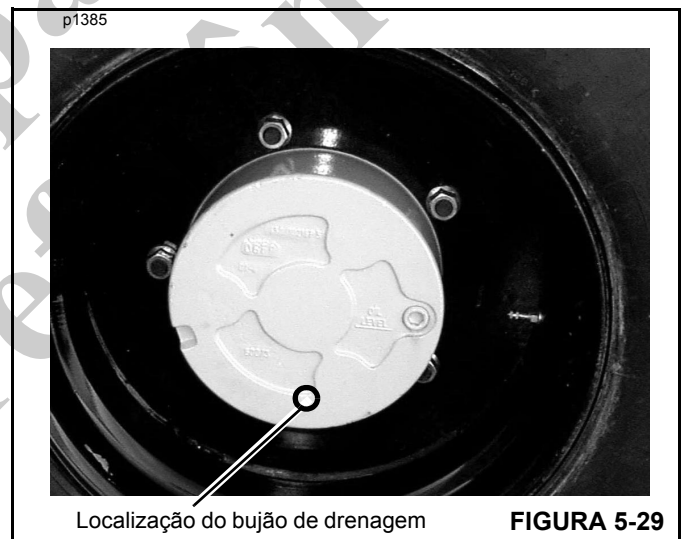

FIGURA 5-29
3. Gire um dos cubos de roda até que o bujão do dreno esteja na parte inferior do cubo da roda (Figura 5-29).